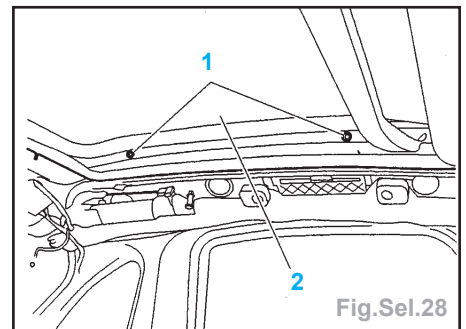

Fig.Sel.28
- les vis D et G (1) et la vitre fixe (2) (Fig.Sel.28).